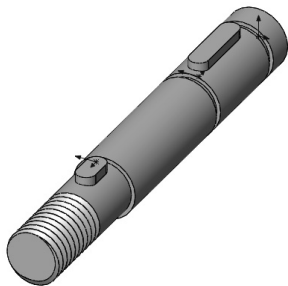

图 7-71 传动轴组件
- [1] 打开初始文件“Z7L9.asm”, 传动轴装配体如图 7-71 所示。